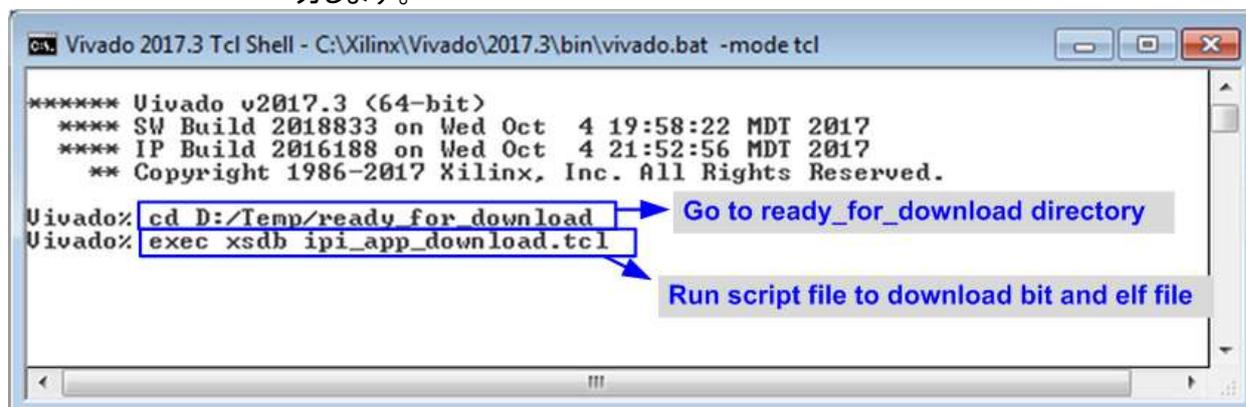

図 2-13: ZC706/Zynq Mini-ITX にて Vivado Tcl シェルでコマンド・スクリプトを実行
- (b) ZCU106 の場合、図 2-13 に示すように Vivado TCL シェルを開き、カレント・ディレクトリを ready_for_download ホルダに移動した後に “exec xsdb ipi_app_download.tcl” と入力します。